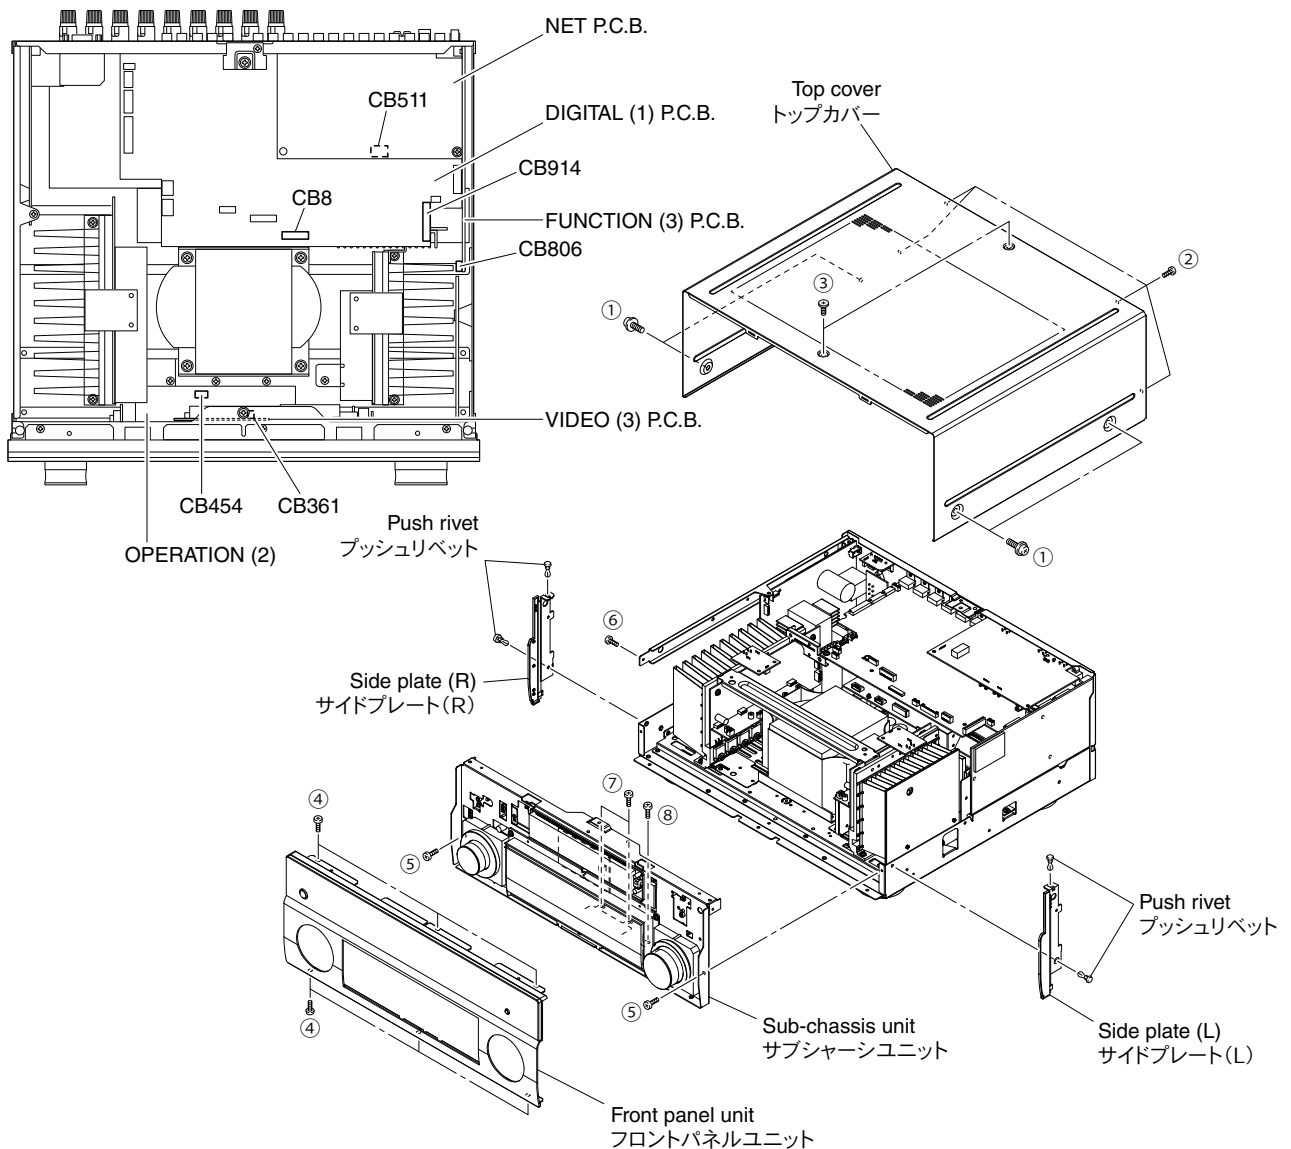

Fig. 1
- a. Remove 4 screws (①), 4 screws (②) and 2 screws (③). (Fig. 1)
- b. Lift the rear of the top cover to remove it. (Fig. 1)
- a. ①のネジ4本、②のネジ4本、③のネジ2本を外します。(Fig. 1)
- b. トップカバーの後部を持ち上げ、取り外します。(Fig. 1)
- a. Remove 6 screws (④) and then remove the front panel unit forward. (Fig. 1)
- b. Remove 4 push rivets and then remove the side plate (L) and (R). (Fig. 1)
- c. Remove 2 screws (⑤), 2 screws (⑥), 2 screws (⑦) and screw (⑧). (Fig. 1)
- d. Remove CB8, CB361, CB454, CB511, CB806 and CB914. (Fig. 1)
- e. Release 2 hooks, and remove the front panel unit. (Fig. 1)
- a. ④のネジ6本を外し、フロントパネルユニットを前方に取り外します。(Fig. 1)
- b. プッシュリベット4個を外し、サイドプレート (L) / (R) を取り外します。(Fig. 1)
- c. ⑤のネジ2本、⑥のネジ2本、⑦のネジ2本、⑧のネジ1本を外します。(Fig. 1)
- d. CB8、CB361、CB454、CB511、CB806、CB914を外します。(Fig. 1)
- e. フック2箇所を外し、フロントパネルユニットを取り外します。(Fig. 1)